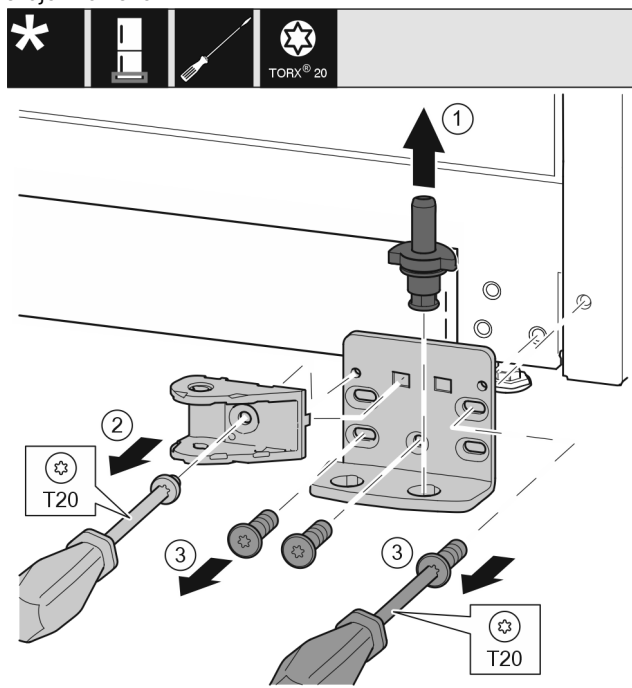

Fig. 40 *
- Ložiskový čep Fig. 40 (1) celý vytáhněte nahoru.*
- Šroubovákem vyšroubujte šrouby Fig. 40 (2) a sejměte spojení tlumiče zavírání.*
- Šroubovákem vyšroubujte šrouby Fig. 40 (3) a sejměte stojan ložiska.*